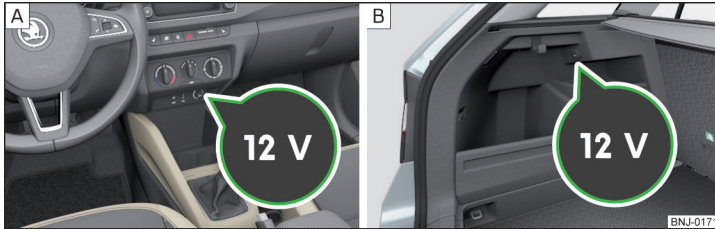

Abb. 73 Abdeckung der 12-Volt-Steckdose: im mittleren Teil der Schalttafel / im Gepäckraum
- Zum **Gebrauch** die Abdeckung der Steckdose abnehmen » Abb. 73 - **A** oder die Abdeckung der Steckdose öffnen » Abb. 73 - **B**.